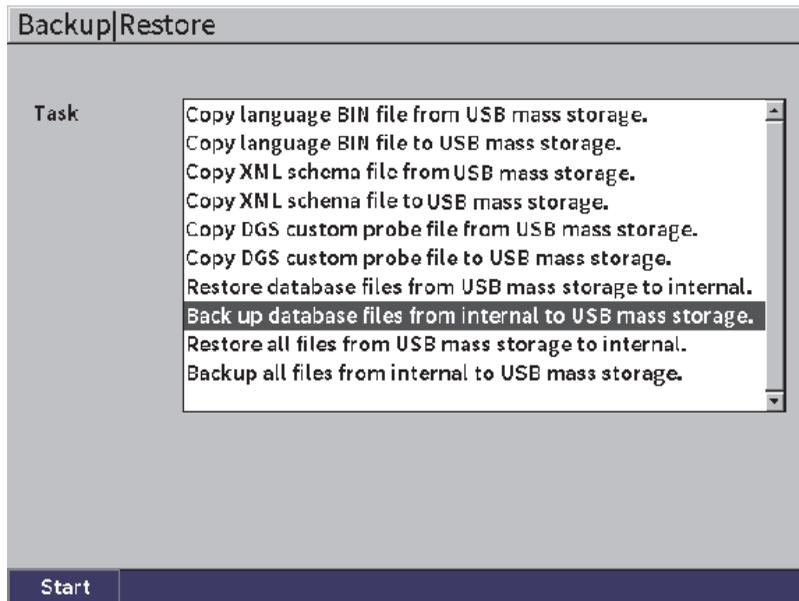

図 9-24 バックアップ | 復元設定ページ
1. **バックアップ | 復元**設定ページを開きます。(150 ページの図 9-24 参照)。